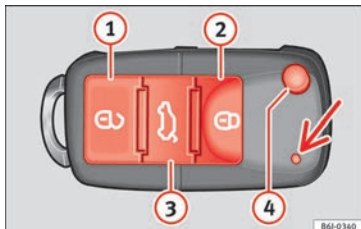

Fig. 50 Tasti della chiave con telecomando.
Con il tasto ④ » fig. 50 del telecomando, è possibile sbloccare l'ingegno della chiave.
Sblocco del veicolo ② » fig. 50 ①.
Tasto di chiusura ② » fig. 50 ②.
Sblocco del portellone posteriore. Tenere premuto il tasto ③ » fig. 50 ③ fino a quando lampeggiano brevemente tutti gli indicatori di direzione. Dopo aver premuto il tasto di sblocco ③, si hanno 2 minuti per aprire il portellone. Una volta trascorso questo periodo si blocca di nuovo.
Inoltre, la spia della batteria della chiave » fig. 50 (freccia) lampeggia.
Premere una sola volta il tasto ② » fig. 50 ①, per aprire la porta del conducente, le altre porte rimarranno chiuse.
Per aprire le serrature di tutte le porte si deve premere due volte il tasto ② » fig. 50 ①.
- Premere il tasto  » fig. 50 del telecomando.